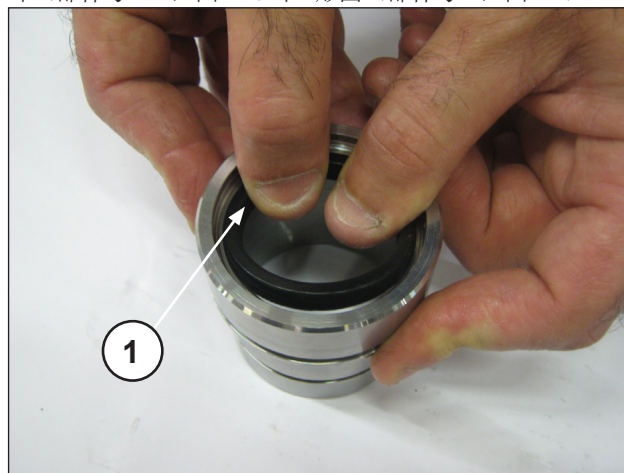
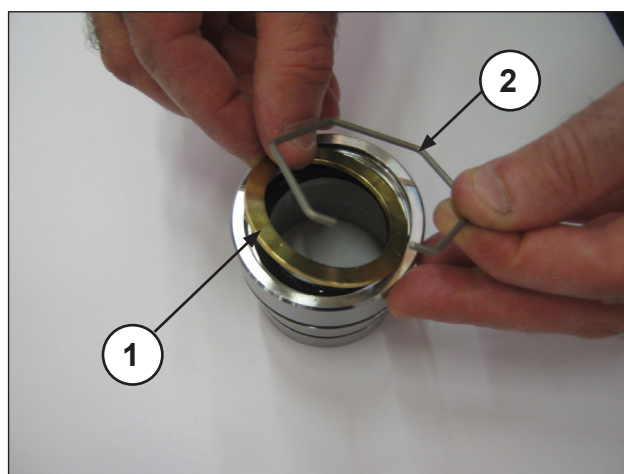
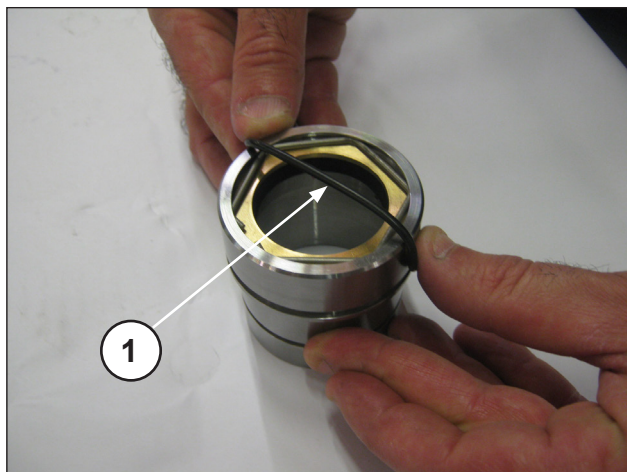

图 29
图 30
图 31
将低压密封圈插入护垫底座（部件号①，图 29），注意安装方向，密封唇应朝向前（朝向泵头）。然后插入密封环、止动环（部件号①②，图 30）和O形圈（部件号①，图 31）。